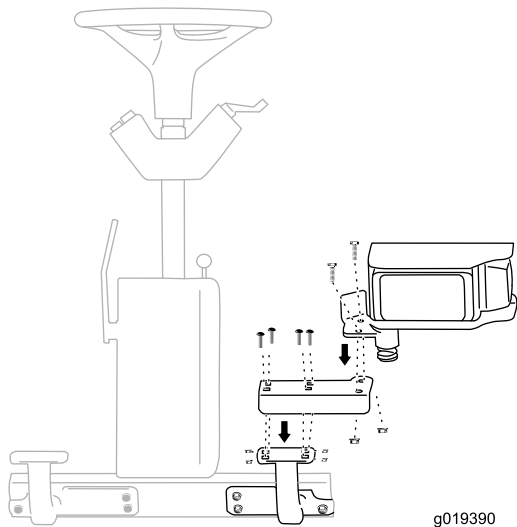

Figura 3
3. Conecte el soporte pequeño incluido con el kit al soporte curvo que está sujeto a máquina usando las fijaciones del paso 2 (Figura 3).
Instale el faro en el soporte usando las fijaciones del paso 1 (Figura 3).